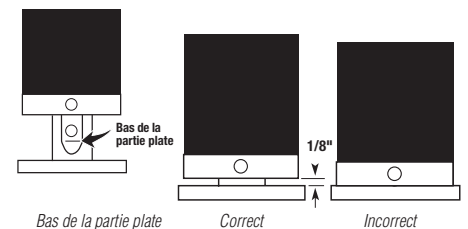

Figure 32
Étape 4 : retirer les vis de réglage sur l'accouplement. Enduire les filets de vis de réglage de produit d'étanchéité pour filets. Remonter l'accouplement sur la cartouche de pompe en veillant à ce que les vis de réglage soient face à la partie plate de l'arbre. Serrer la vis de manière à ce que l'accouplement glisse sur l'arbre mais s'arrête au bas de la partie plate. Serrer jusqu'à ce que la tête de vis doit à fleur de l'accouplement. L'accouplement doit arriver à environ 1/8" (soit env. 3 mm) de la surface du piège (figure 32).